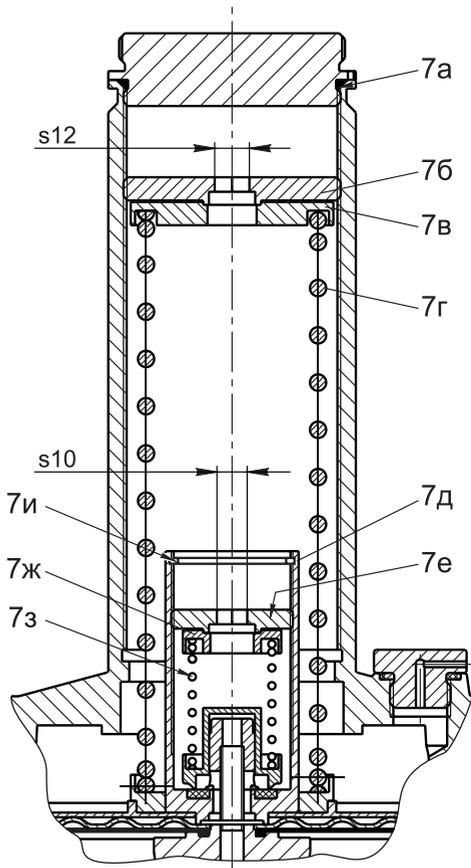

Рис. 7
4.4 Настройка выходного давления регулятора (рис. 7):
- используя шестигранное отверстие (s12) в регулировочном винте 7 (рис. 7) при его повороте по часовой стрелке можно увеличить давление на выходе регулятора до заданного значения. Поворачивая регулировочный винт 7 против часовой стрелки происходит уменьшение давления на выходе.
- используя шестигранное отверстие (s10) в малом регулировочном винте 7е (рис. 7) при его повороте по часовой стрелке можно увеличить давление срабатывания ПСК. Поворачивая малый регулировочный винт 7е против часовой стрелки происходит уменьшение давления срабатывания ПСК;
4.6 Замена пружины регулятора должна производиться в следующем порядке (рис. 7):
- 4.7 Замена пружины ПСК должна производиться в следующем порядке (рис. 7):